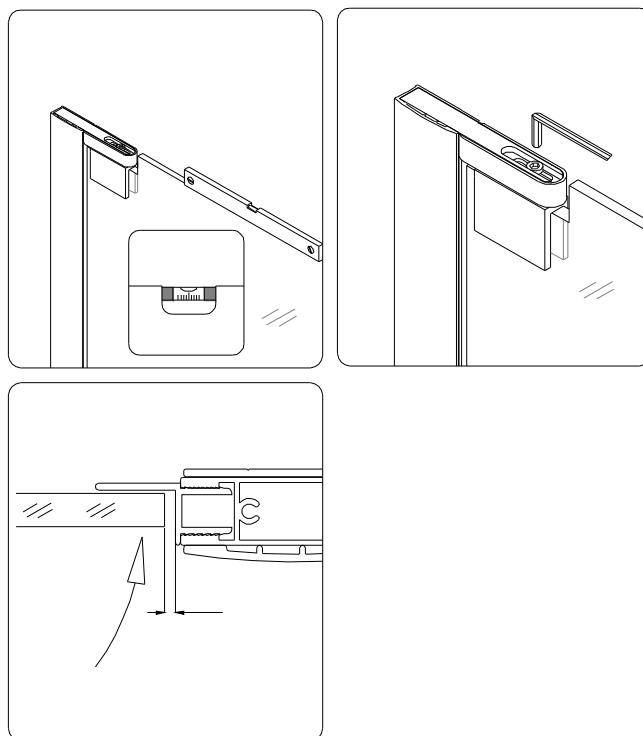

Рис. 14
14. Отрегулируйте расстояние между **Стеклянной дверью (03)** и **Водонепроницаемым ограничителем двери (10)** выдвигая или задвигая **Внутренние профили (02), (04)** в **Наружних профилях (01), (05)** если необходимо.
Также если необходимо, отрегулируйте **Стеклянную дверь в Штыревых петлях (07)** и закрепите дверь **Полукруглым Болтом под внутренний шестигранник M6×12 (17)** Рис. 14